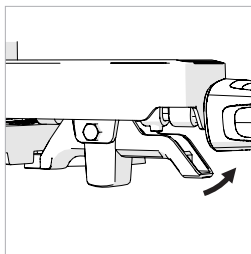

Fig. 43
- Premere la leva di bloccaggio sicuro. (Fig. 43)